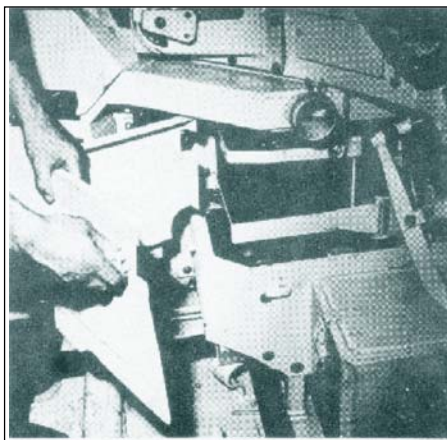

Fig 5-23. Retirada da bateria
**i. Retirada das baterias da VBC** - Para se retirar as baterias, localizadas no interior da torre, deve-se realizar os seguintes procedimentos: (Fig 5-23)
(1) posicionar a torre às 3 ou às 9 horas;
(2) após ter liberado os retentores, retirar horizontalmente a placa de deflexão superior;